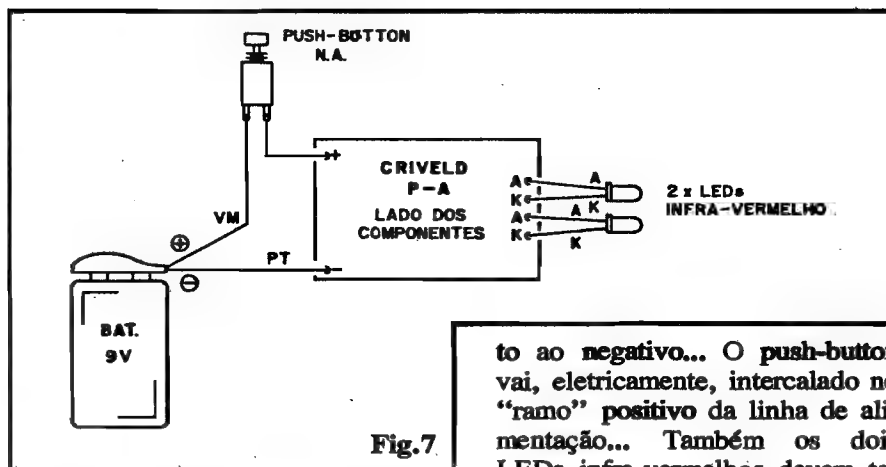

Fig. 7
- FIG. 7 - CONEXÕES EXTERNAS À PLACA "A" - Sempre vista pelo lado não cobreado, (como na fig. 5), a plaquinha "A" traz agora evidentes as conexões "periféricas" ou externas... Atenção aos seguintes pontos: polaridade da alimentação, com o fio vermelho do "clip" correspondendo ao positivo, e o fio pre-